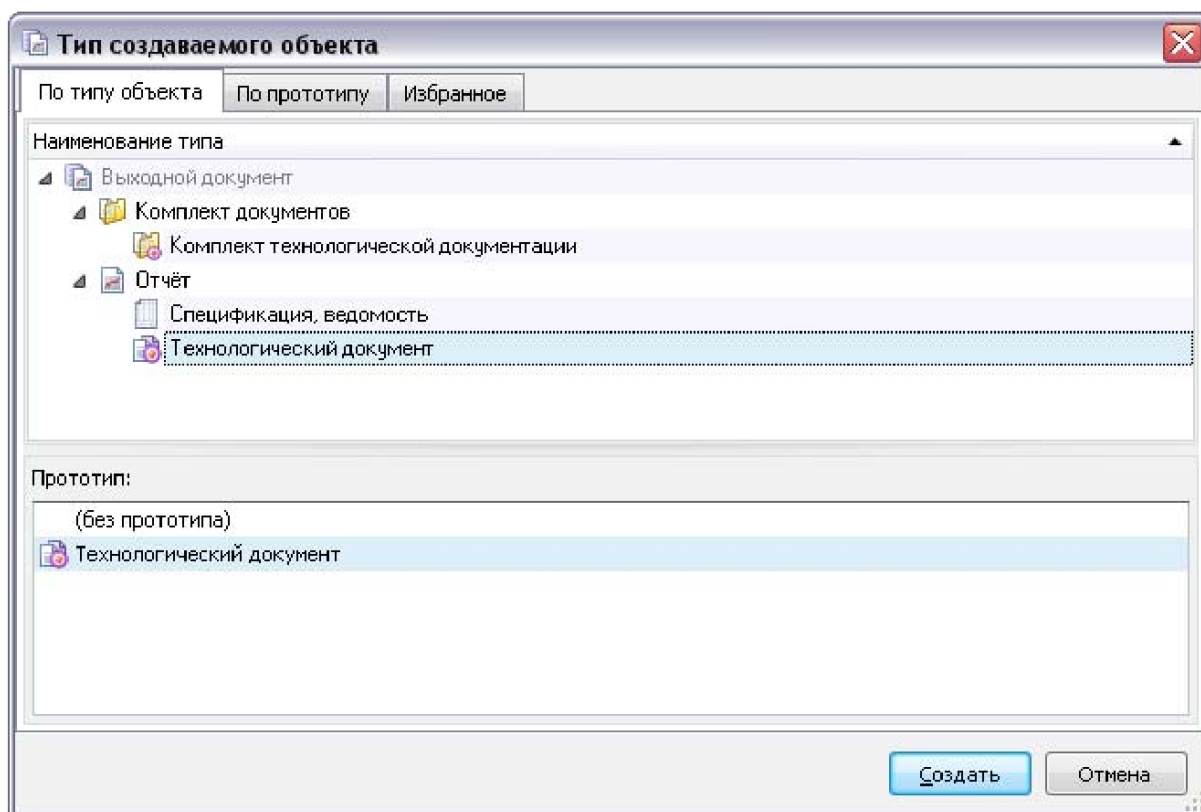

Рис. 89 Окно «Тип создаваемого объекта»
3. В окне «**Тип создаваемого объекта**» выбрать тип «Технологический документ» (с прототипом «Технологический документ»), как показано на рис. 89.